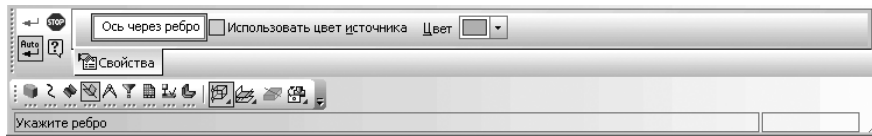

Рис. 8.169. Панель свойств: **Ось через ребро**, Компактная панель и строка сообщений
- щелкните в всплывающем меню по пункту  – **Через ребро** и отпустите кнопку мыши. Появится соответствующая **Панель свойств: Ось через ребро**, показанная на рис. 8.169. В строке сообщений появится подсказка: **Укажите ребро**.